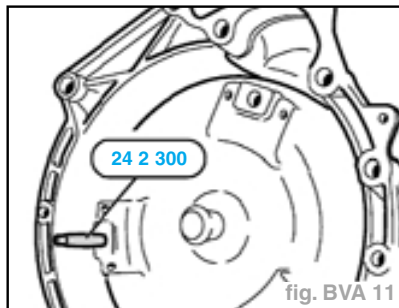

fig. BVA 11
- Faire pivoter le convertisseur par rapport à la boîte de sorte que les trous des pattes de fixation soient en face des trous du volant moteur, visser l'outil **24 2 300** dans la patte de fixation (fig. BVA 11).